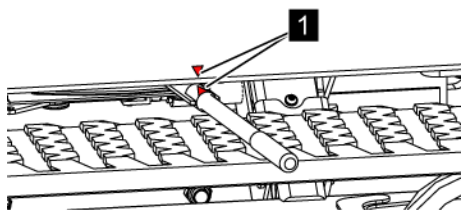

Abb. 144: Rote Pfeile
9. → Sicherstellen, dass die Verriegelung ordnungsgemäß eingerastet ist. Dazu muss sich der Handpumpenhebel so weit zurückgestellt haben, dass die beiden Pfeile (Abb. 144/1) übereinanderstehen.